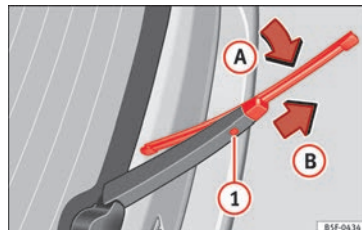

Fig. 206 Cambio de la escobilla de la luneta.
- Pliegue la escobilla por arriba hacia el brazo del limpiaparabrisas » **fig. 206** (flecha **A**).
- Mantenga presionada la tecla de desbloqueo » **fig. 206 ❶** y tire al mismo tiempo de la escobilla en el sentido que indica la flecha **B**. Es probable que tenga que emplear mucha fuerza.
- Inserte en el brazo limpiaparabrisas una escobilla nueva **de la misma longitud y tipo**, en sentido contrario a la flecha » **fig. 206 B** hasta que encastre. Para ello, la escobilla debe estar en posición recogida (flecha **A**).